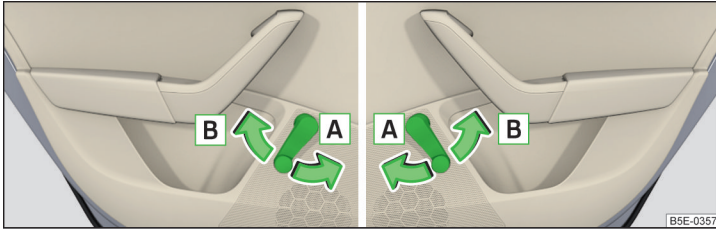

Abb. 60 Fensterbedienung: links/rechts
- Zum **Öffnen** die Kurbel in Pfeilrichtung **A** drehen » Abb. 60.